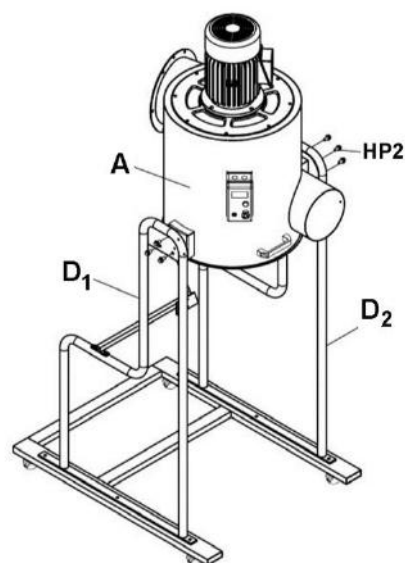

Figure 5
6. Positionnez le boîtier principal (A) entre les montants gauche et droit (D1, D2) et sécurisez avec les écrous à bride (HP2). Voir la Figure 5.